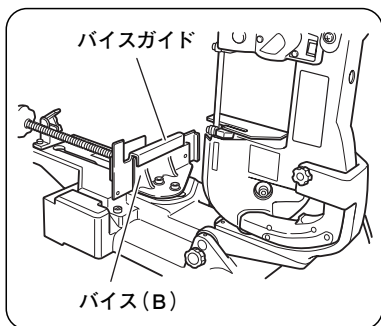

図 23
薄肉および小径材料を切断する際は、付属品のバイスガイドをバイス (B) に取付けてください。(図 23)